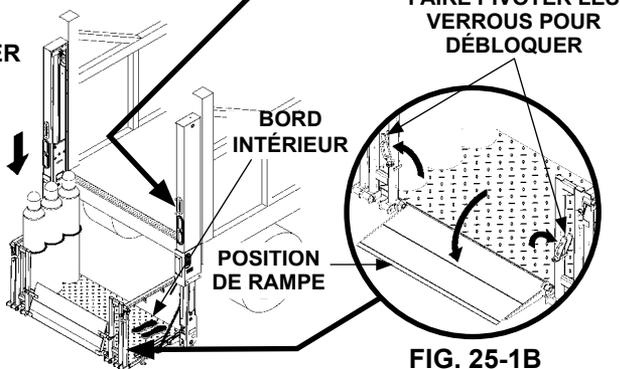

FIG. 25-1
1. Utilisez le commutateur du dispositif coulissant pour abaisser la plate-forme jusqu'au sol (FIG. 25-1). Relâchez l'interrupteur à bascule lorsque la plate-forme atteint le niveau du sol.